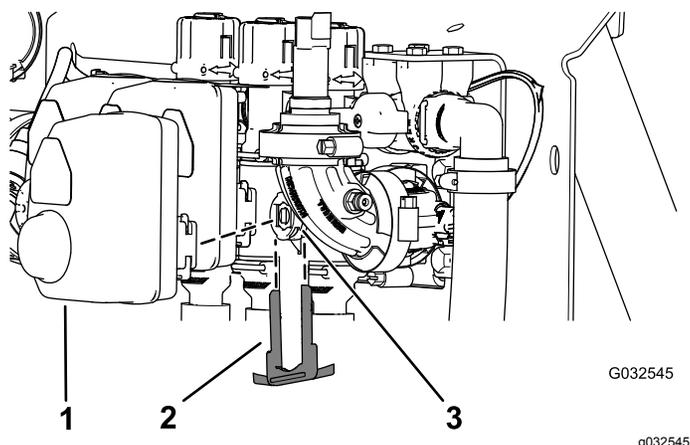

Рисунок 99
2. Снимите держатель, который крепит привод к коллекторному клапану секции или клапану перемешивания (Рисунок 99).